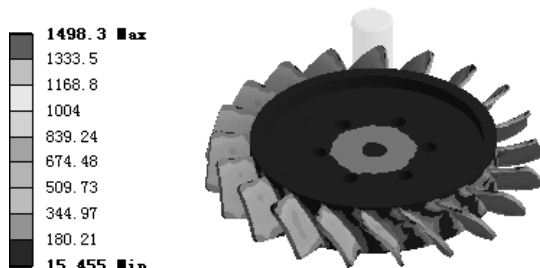

图 7.6.15 应力结果图解 (fly-wheel)
(5) 查看 fly-wheel 应力结果图解。在“Outline”窗口中选中  Equivalent Stress 3，查看图 7.6.15 所示的零件 fly_wheel 的应力结果，其最小应力为 15.455 MPa，其最大应力为 1498.3 MPa。